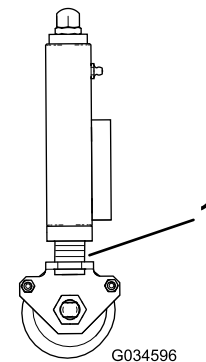

Figure 27
2. Veillez à régler toutes les unités de coupe à la même hauteur en vous aidant des anneaux indicateurs (Figure 27).